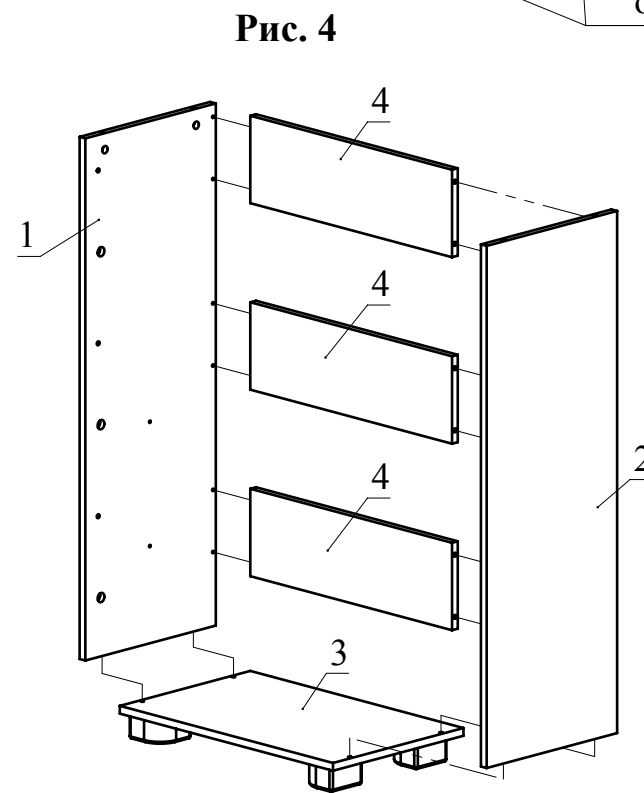

Рис. 4
- 3) Шурупами 4x25 прикрутите опоры к детали 3 (Рис.4).
- 4) Соедините детали 1 и 2 с деталями 4, затяните головки минификсов (Рис.4).
- 5) Конфирматами скрепите детали 1, 2 с деталью 3 (Рис.4).